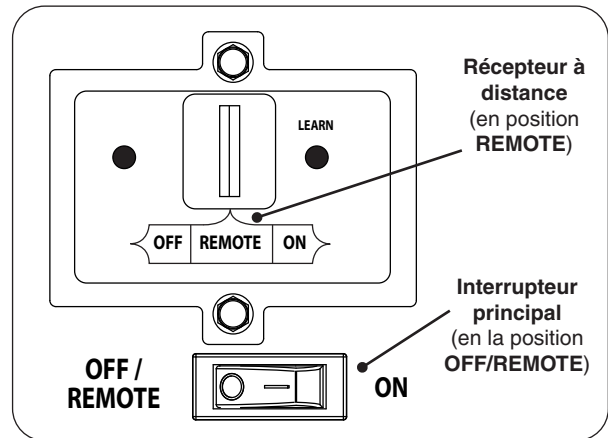

Fig. 44-1 Contrôle détail du panneau
1. Vérifiez que l'interrupteur principal est en position **OFF/REMOTE** (éteindre/éloigné) (voir Fig. 44-1).
2. Repérez l'interrupteur à 3 positions sur le récepteur de télécommande (voir Fig. 44-1), Et faites glisser l'interrupteur à la position **REMOTE**(éloigné).